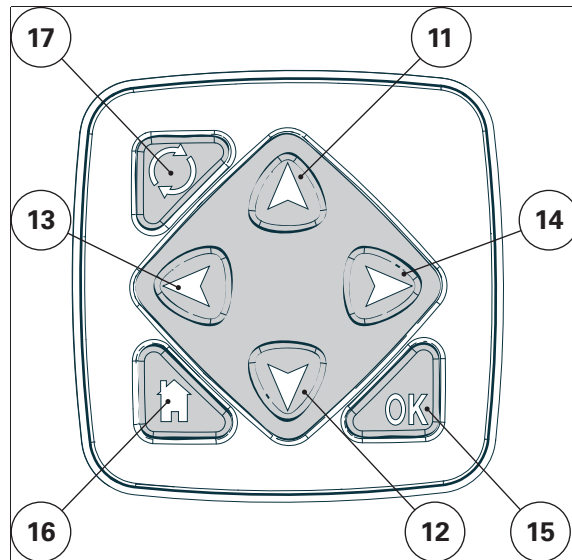

Fig. 9.
- (1) Indicador de presión para freno (ParkLock, según el modelo) y freno neumático (rojo).
- (2) Indicador de presión de aceite del motor (rojo). Este indicador se ilumina cuando la llave se encuentra en la posición de encendido (3) (ver interruptor de arranque), pero deberá apagarse una vez que el motor se haya arrancado y esté en funcionamiento. Si el indicador permanece encendido mientras el motor está en marcha, pare el motor y busque la causa de la baja presión o consulte al concesionario.
- (3) Indicador luminoso de servicio (amarillo). Se enciende cuando es necesario realizar un mantenimiento.
NOTA: Para apagar este indicador luminoso, vaya a la pantalla 1 Diagnostics (Diagnóstico) del DOT Matrix - y pulse el botón (15) de los controles de acceso al menú fig. 9 durante 5 segundos
- (4) Indicador de avería general (rojo). Se enciende al mismo tiempo que los demás indicadores (rojo).
- (5) Presión de alimentación de la dirección (rojo).
- (6) Indicador de presión del aceite de la transmisión (rojo). Si el indicador se enciende durante el funcionamiento, detenga el tractor y consulte a su concesionario.
- (7) Indicador de carga del alternador (rojo). Si la luz indicadora se enciende o parpadea a un régimen superior a 1.000 rpm con el motor en marcha, determine la causa de la avería (consulte la sección de mantenimiento del Manual del operario) o póngase en contacto con su concesionario.
- (3) (4) Doble pantalla: Controla el nivel de urea (3) (solo para AdBlue™ o DEF) o la tensión de carga de la batería (4)
Para cambiar de una pantalla a otra, use el botón de cancelación (16) del teclado de control DOT Matrix *fig. 9* cuando aparece la pantalla principal.
- (5) (6) Doble pantalla: Controla la presión del aceite del motor (6) y la presión del sistema de frenos neumáticos (5)
Para cambiar de una pantalla a otra, use el botón de navegación inferior del teclado de control DOT Matrix *fig. 9* cuando aparece la pantalla principal.
Estos parámetros se pueden seleccionar pulsando el botón (17) de la parte derecha del volante *fig. 9*.